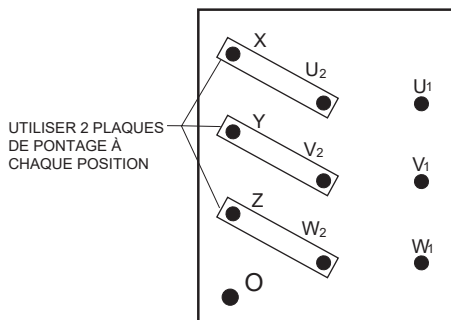

Figure 21. Tableau de commutation de tension configuration triphasée 480/277 volts
1. Placez un cavalier sur la **carte d'inversion de tension** pour un **fonctionnement à 480 volts**, comme indiqué sur la figure suivante Figure 21. Cette configuration utilise 6 plaques de cavaliers dans 3 positions différentes. Rappelez-vous qu'il y a 2 plaques de cavaliers à chaque position. Chaque plaque de pontage **doit être utilisée**.
1. Assurez-vous que la **carte de commutation de tension** est jumelée pour un **fonctionnement en 480 volts**, comme indiqué dans la Figure 21.